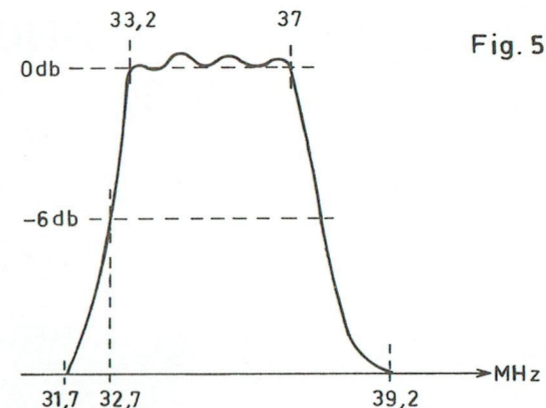

Fig. 5
- Vérifier que l'on obtient la courbe ci-dessous (fig. 5) :